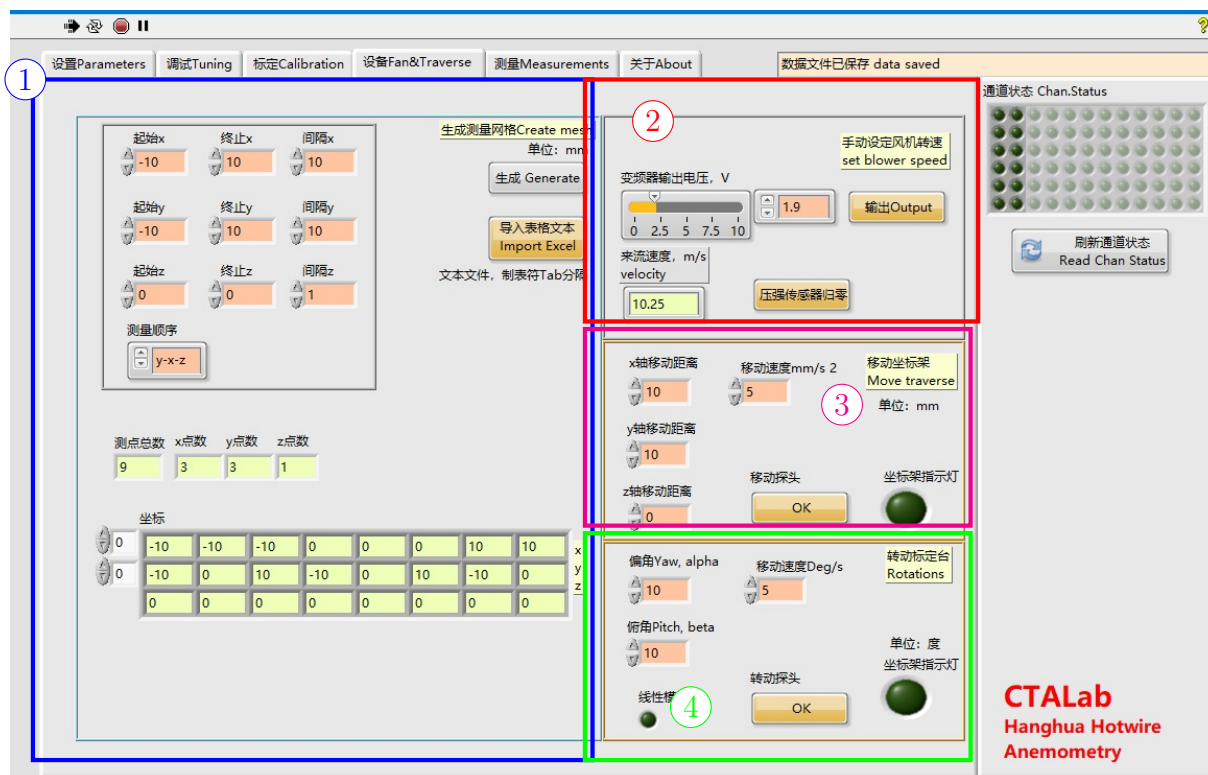

图 21: 设备选项卡分为不同的功能区：①移测架坐标生成区、②风机转速设定区、③ 坐标架移动区、④转角机构转动区。
设备选项卡界面见图21。该界面包括如下几个功能：
- (2) 这里设定的坐标网格是正交且等距的。用户设置x, y, z三轴的起始、终止点坐标，并指定间距。用户点击“生成”之后，软件形成一个大小为[3, N]的二维数组（即3行N列），N为测点数量。并将其保存在安装目录下的data目录内文本文件motor_positions.txt中。
- (3) 风速采集过程中，当用户选择了“移测架”采集方法后，系统读取该坐标文件后根据数组的列数自动设定测点数量。移测架从[0,0,0]位置出发，依次移动到文件内每列三个数字形成的坐标位置，并等待热线风速仪测量风速，测量持续时间为“每点采样时长”。全部测量结束后，移测架回到初始位置。
- (4) 如果用户希望测量中先测量一个xy平面数据再，移动到下一个xy平面。选择测量顺序为x-y-z。如果逐步测量每个xz平面，测量顺序选x-z-y
- (5) 如果用户只测量1个二维平面，可设定第三维起点和终点坐标均为0（间距设不为零的任意数），见图21，1区
- (6) 移测架坐标文件仅在如下情况下才会被读取：用户在“测量”选项卡中“下一组开启方式”选择栏中选择了“移测架架”。如果选择“自动”，或“手动”，软件不会读移测架坐标文件
- (7) 用户也可使用其他工具自行建立移测架坐标文件